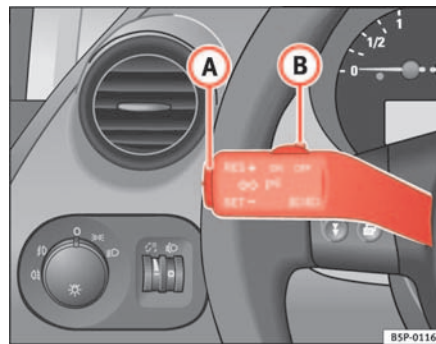

Fig. 142 Leva degli indicatori di direzione e degli abbaglianti: l'interruttore e il tasto di comando del regolatore di velocità
- Spostare verso sinistra l'interruttore ⇒ fig. 142 (A), posizionandolo su **ON**.